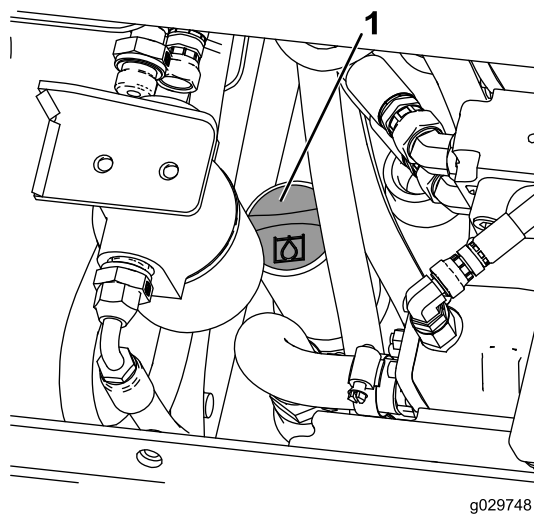

Figura 27
5. Pulite la zona intorno al collo del bocchettone del serbatoio idraulico (Figura 27).